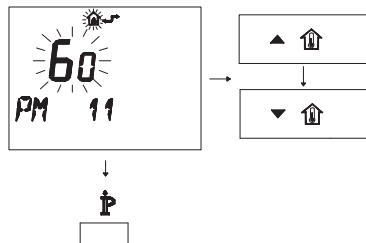

Figura 5.88
- Per modificare il SET programmato agire sui pulsanti ▲ ↑ o ▼ ↓ e aspettare che il numero programmato cominci a lampeggiare (Figura 5.88). Ogni passo incrementato o decrementato corrisponde a 1 secondi.